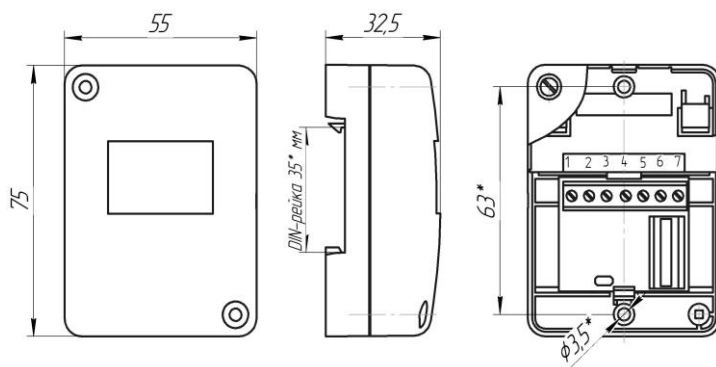
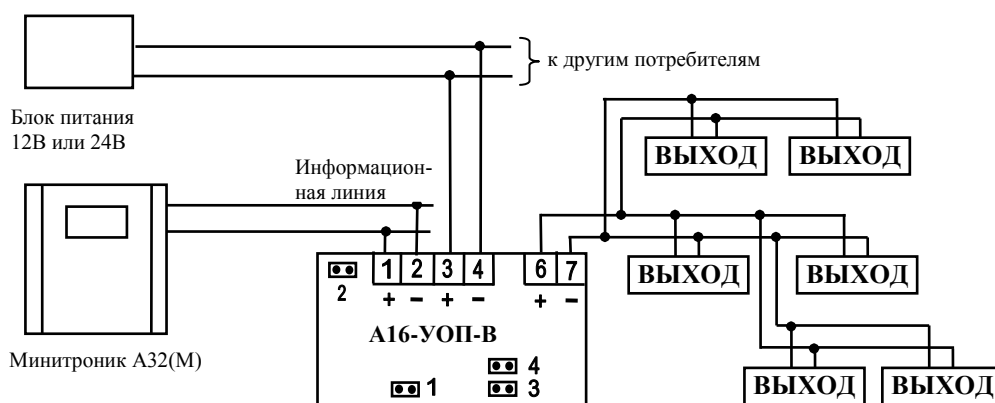

Рис.1. Габаритные и установочные размеры модуля.
Рис.2. Схема подключения табло «ВЫХОД» к модулю А16-УОП-В.
6.1.2. Габаритные и установочные размеры модуля показаны на рис.1, принципиальная схема подключения - на рис.2.